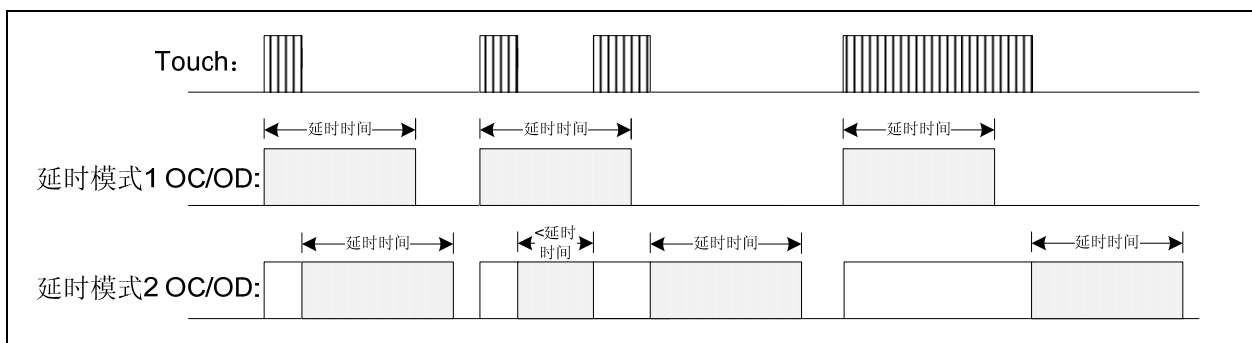

图 3 延时模式
**延时模式1:** 从触摸有效时刻开始计时，输出有效保持至设定时间。如延时时间之内再次触摸则不响应，只有延时时间之后再次触摸才响应(图3)。
**延时模式2:** 从触摸释放时刻开始计时，输出有效保持至设定时间。如延时时间之内再次发生触摸，则延时时间从最后释放时刻开始重新计时(图3)。